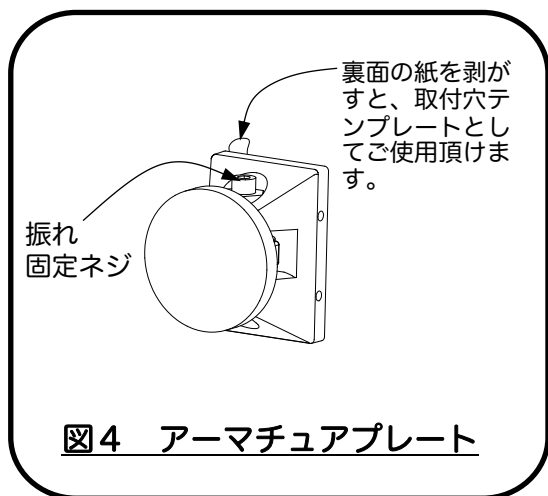

図4 アーマチュアプレート
- 1：(図4)アーマチュアプレート固定ネジを付属の六角レンチで緩めます。